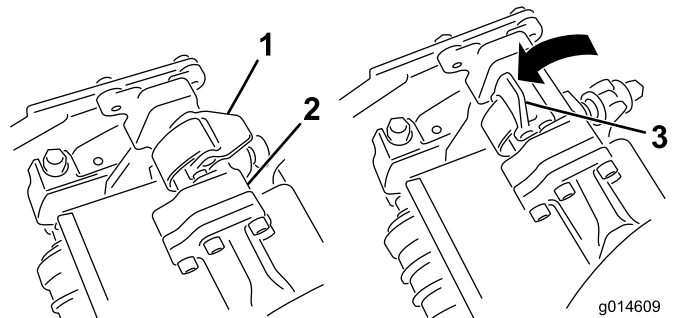
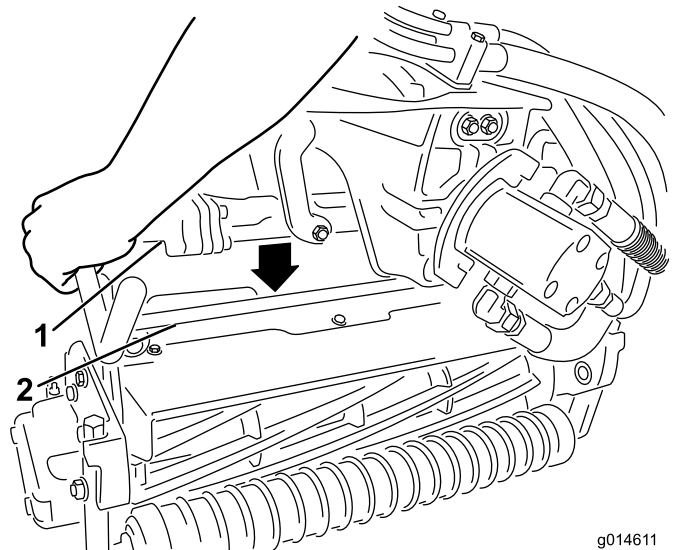

Figura 30
Figura 31
3. Com os fechos na barra do braço de suspensão a apontar para cima (i.e. abertos) (Figura 30), empurre o braço de suspensão para baixo de forma a que a barra passe pela barra através da parte superior da unidade de corte (Figura 31).
4. Feche os fechos para baixo e em redor da barra da unidade de corte e bloqueie-os no sítio (Figura 30).
- Abra os fechos na barra do braço de suspensão da unidade de corte que está a remover (Figura 30).